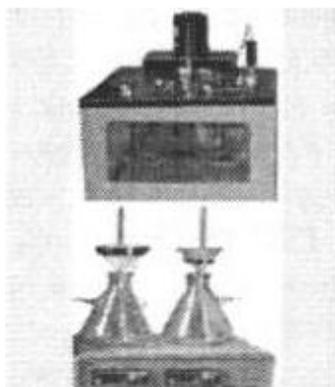

Рисунок 10 – Аппарат МХП – ПХП
**10. Аппарат испытательный** для определения механических примесей, таких как углеводород, смазочные материалы и добавки по ГОСТ 6370 в нефти, нефтепродуктах и присадках методом фильтрования (рис. 10).